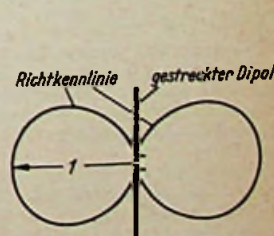

Bild 6. Richtkennlinie eines gestreckten Dipols
2. Rund- und Kreuzdipol geben weniger Spannung als der gestreckte Dipol für seine beiden Hauptempfangsrichtungen (Bild 6 im Vergleich zu den Bildern 4 und 5).